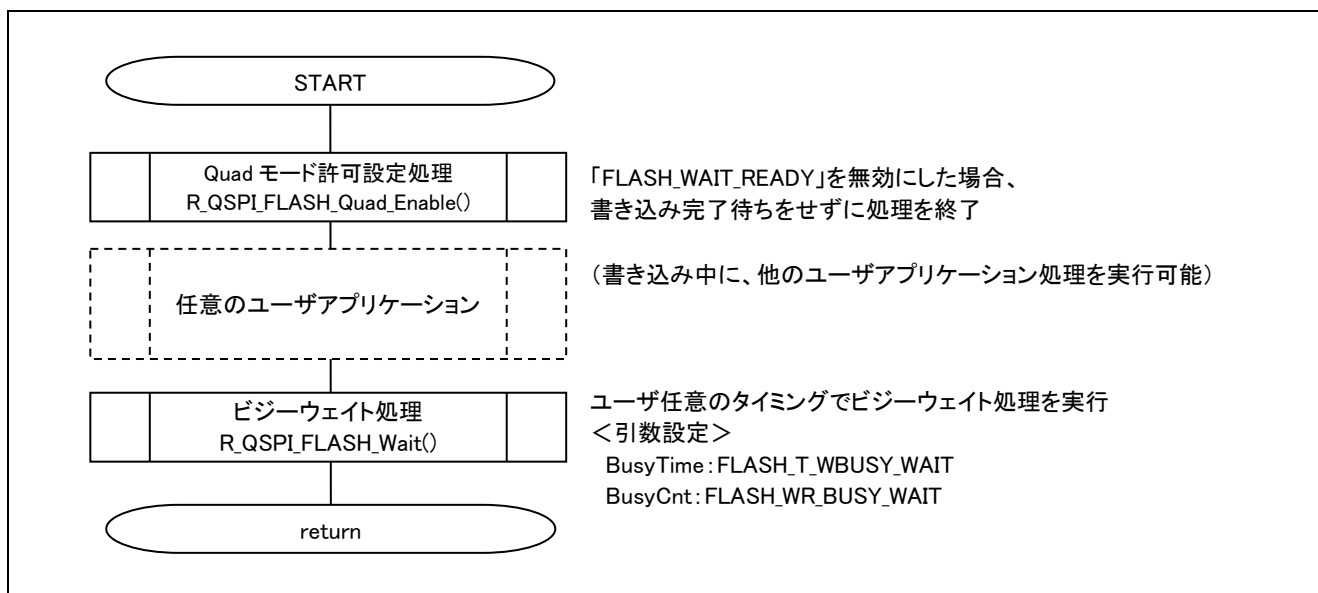

図 5-17 R_QSPI_FLASH_Wait()を使用したQuadモード許可設定完了待ち方法
| 説 明 | <ul style="list-style-type: none"> ・ ステータスレジスタの Quad Enable (QE) bit を 1 に設定し、Quad モードにします。 ・ Quad モードで動作させる場合、事前に本関数をコールしてください。 ・ 処理終了後、ステータスレジスタを読み出して、QE bit を確認してください。 ・ Quad Enable (QE) bit は、Non-volatile bit です。一度 Quad モードに設定した後、Quad モードを禁止にする場合、Quad モード禁止設定処理を実行してください。 ・ 書き込み完了待ちの方法は二種類あります。以降にその方法を示します。なお、次の処理（書き込み／読み出し／消去等）は、書き込み完了を確認した後、実行してください。 <p>＜本ユーザ API で完了待ちを行う場合＞</p> <p>r_qspi_flash_mx25l.h の「FLASH_WAIT_READY」を有効にしてください。</p> <p>＜本ユーザ API で完了待ちを行わない場合＞</p> <p>r_qspi_flash_mx25l.h の「FLASH_WAIT_READY」を無効にし、本ユーザ API の処理が完了した後、R_QSPI_FLASH_Wait()をコールしてください。この処理方法では、ユーザの任意のタイミングで書き込み完了待ちを確認することができます。使用方法は図 5-17 を参照してください。</p> |